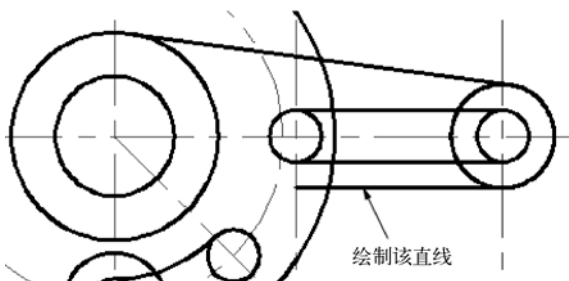

图 8-19 绘制直线
(15) 继续绘制一条直线。单击“直线”按钮，并启用正交模式和对对象捕捉模式，绘制如图 8-19 所示的直线。